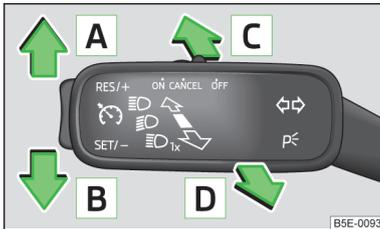

Abb. 26
- Den Blinker- und Fernlichthebel zum Lenkrad ziehen und nach unten schieben » Abb. 26 auf Seite 47.
- Den Blinker- und Fernlichthebel zum Lenkrad ziehen und nach oben schieben » Abb. 26 auf Seite 47.
➤ Den Hebel in Stellung **A** ggf. **B** bis zum Anschlag stellen » **Abb. 26**.
➤ Den Hebel in Stellung **C** (gefederte Stellung) » **Abb. 26** stellen.
➤ Den Hebel in Stellung **A** ggf. **B** bis zum Anschlag stellen » **Abb. 26** - das Standlicht auf der rechten bzw. linken Fahrzeugseite wird eingeschaltet.